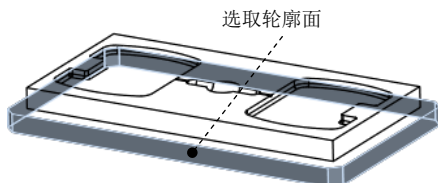

图 10.4.61 所选取的轮廓面
Step4. 在“轮廓铣削”操控板中单击 参考 按钮，在弹出的“参考”设置界面中 类型 下拉列表中选择 曲面 选项，选取图 10.4.61 所示的所有轮廓面（参考模型的侧面）。